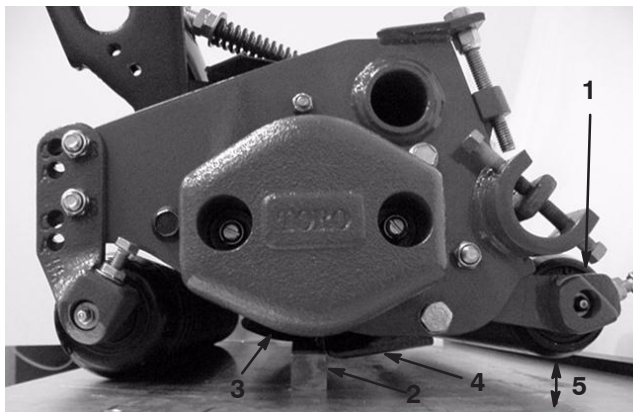

Bild 12
1. Stellen Sie eine 13 mm oder dickere Platte unter die Spindelmesser und gegen die Vorderkante des Untermessers (Bild 12). Die hintere Rolle sollte die Oberfläche nicht berühren.